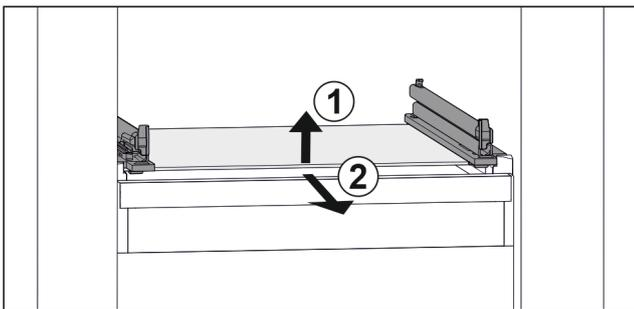

Fig. 166 Exemple de représentation de la tablette en verre
- Soulever la tablette en verre par l'avant. Fig. 166 (1)
- Retirer la tablette en verre par l'avant. Fig. 166 (2)